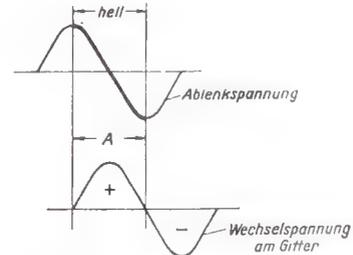
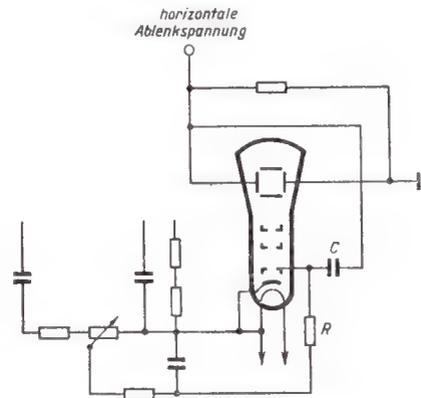

Bild 4. Phasenlage der Ablenk- und Gitterwechselspannung für Rücklaufverdunkelung
Bild 5. Schaltung für Rücklaufverdunkelung $C \sim 50 \dots 500 \text{ pF}$ hochspannungssicher!
Für eine ganze Reihe von Aufgaben genügt eine sinusförmige Ablenkung mit Netzfrequenz an Stelle der Ablenkung durch eine Kippspannung. In diesem Falle ist aber eine Rücklaufverdunkelung vorzusehen, damit das Oszillogramm nur einmal geschrieben wird. Zur Ablenkung des Strahls wird nach Bild 4 der dick gezeichnete Teil einer Periode (A) ausgenützt (vom positiven Maximum zum negativen Maximum). Das Gitter ist nun im Ruhezustand so weit negativ vorgespannt, daß der Strahl gerade dunkel ist. Durch die Gitterwechselspannung (Bild 5) wird der Strahl nur in der positiven Halbwellen aufgesteuert, d. h. eine Zeichnung ist nur innerhalb des mit „hell“ bezeichneten Teils einer Periode möglich. Daraus folgt, daß die zur Rücklaufverdunkelung benutzte Spannung gegen die zur Ablenkung benutzte um 90° in der Phase gedreht werden muß (Bild 5). C muß klein, d. h. $\frac{1}{\omega C} \gg$ gegen R sein, damit diese Phasenverschiebung zustande kommt und gleichzeitig die Wechselspannung auf den für die Auftastung nötigen Wert reduziert wird.